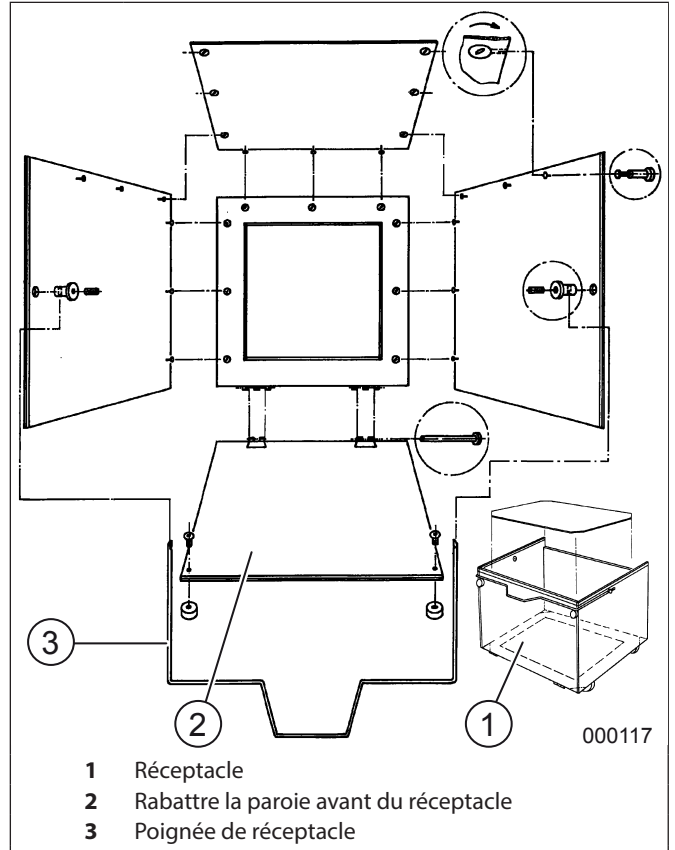

fig.2 Montage du réceptacle
3. Monter la paroi avant (fig.2/2) sur les cadres supports à l'aide des axes de charnières (introduire les axes de charnières par l'extérieur).
4. Introduire comme les boulons-axes de la poignée dans les parois latérales, puis introduire les extrémités de la poignée (fig.2/3) dans les percçages des boulons-axes, fixer ensuite l'ensemble à l'aide des vis pointeau.